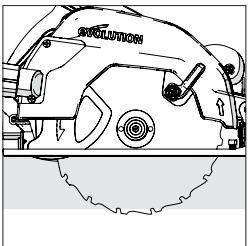

Fig. 12
- Dans la plupart des cas, la profondeur de coupe doit être réglée sur la valeur correspondant à l'épaisseur du matériau à découper, plus l'épaisseur de la moitié d'une dent de scie (du bout de la dent jusqu'à sa racine). (Fig. 12)